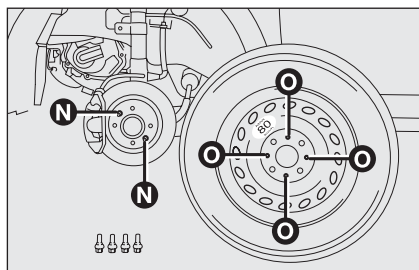

fig. 7
- ☐ monte la rueda de repuesto (más pequeña que una rueda normal) de manera que el esparrago **N**-fig. 7 coincida con uno de los orificios **O** presentes en la rueda;